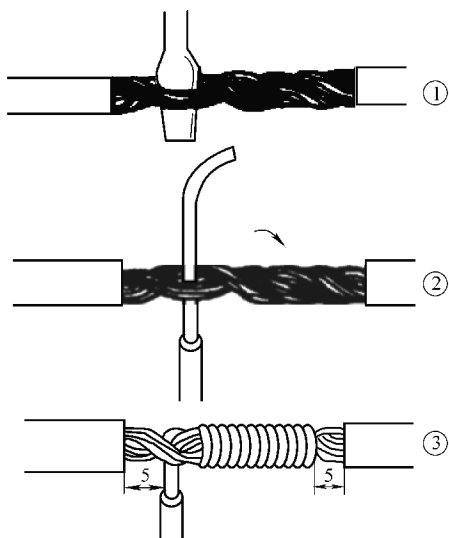

图 4-38 铜硬导线单股线与多股线的分支连接
1) 单股线与多股线的分支连接。应用于分支线路与干线之间的连接。连接方法如图4-38所示。先按单股线芯直径的约20倍的长度剥除多股线连接处的中间绝缘层,再按多股线的单股线芯直径的100倍左右长度剥去单股线的线端绝缘层,并勒直线芯。